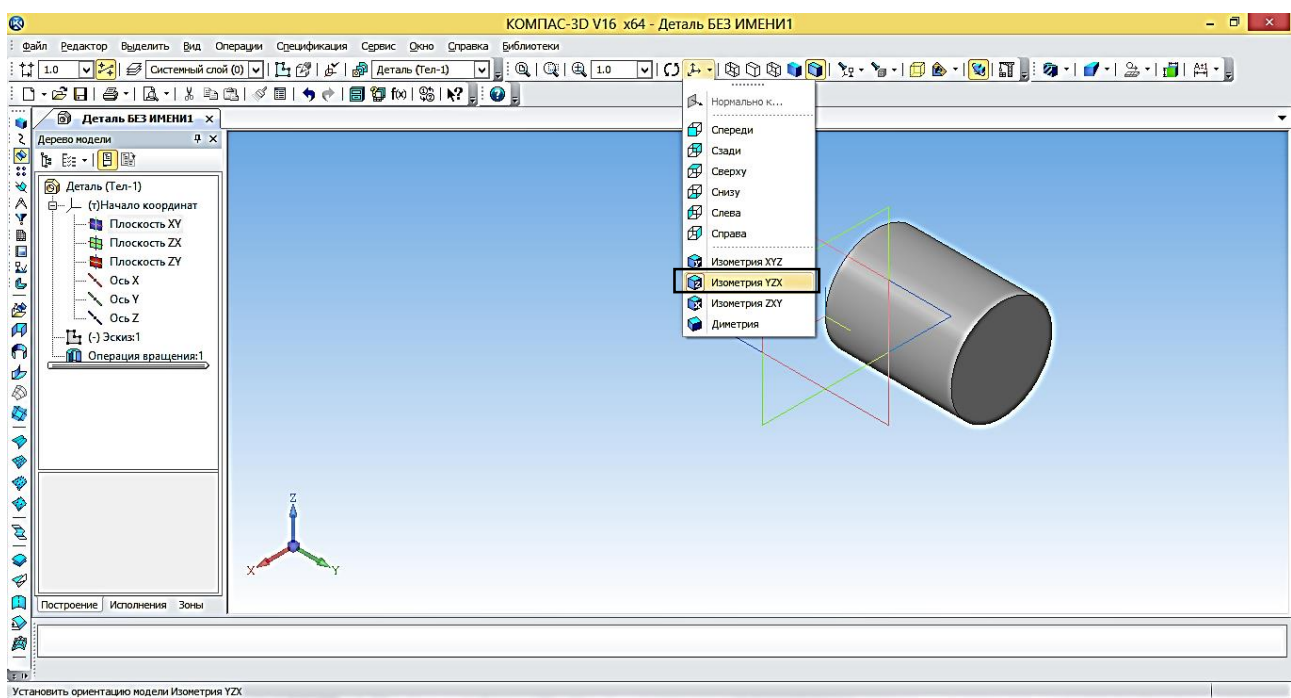

Рисунок 27 – Цилиндр относительно YZX
18. на Инструментальной панели **Вид** выберите команду  **Ориентация** и укажите **Ориентация вида** Изометрия YZX (рисунок 27);